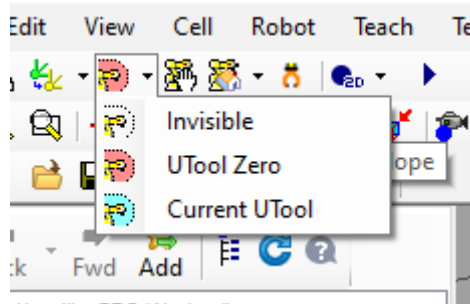

Рис. 12. Отображение рабочей зоны
- Чтобы увидеть рабочую зону манипулятора используем: UTool Zero (рабочая зона фланца) или Current UTool (рабочая зона инструмента, рис. 12).